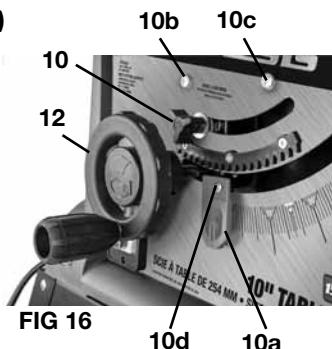

FIG 16
RÉGLAGE DE LA HAUTEUR DE LAME (FIG 16)
RÉGLAGE DES BUTEES POSITIVES A 90° ET 45° (FIG 16,17)
Pour régler le 45 ° de la butée, suivre les mêmes procédures que l'ajustement de l'arrêt de 90 positifs. Régler la lame à un angle de 45 ° contre une équerre combinée. L'arrêt de 45 ° positive vis écrou de réglage et de la confiture (10c) est sur le côté droit. Voir la figure 16.
RÉGLAGE DE L'INDICATEUR D'ANGLE DE BISEAU (FIG 16)
1. Desserrez le bouton de verrouillage de biseau (10), appuyez sur la lame de contrôle de roue (12) et tourner à gauche pour la position de la lame à 90 ° mesuré à l'aide de combinaison de carrés. Voir la figure 16.
RÉGLAGE DE LA COUPE EN BISEAU (FIG 16)